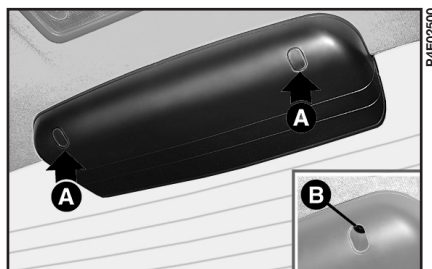

рис. 23
1) Внутри салона снимите защитные заглушки **A** (рис. 23) и выверните находящиеся под ними болты **B** с внутренним шестигранным углублением.